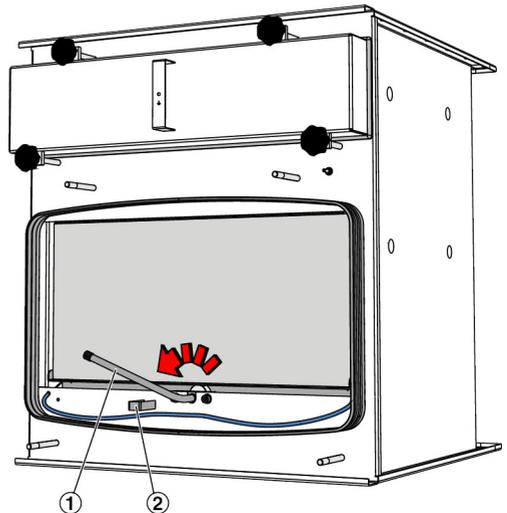

Abb. 6: Filter anpressen
5. ▶ Filterdichtung mit der Anpressvorrichtung gegen die Dichtsitz-Prüfrille pressen. Dazu den Hebel (Abb. 6/1) gegen den Uhrzeigersinn bis zum Anschlag (Abb. 6/2) drehen.